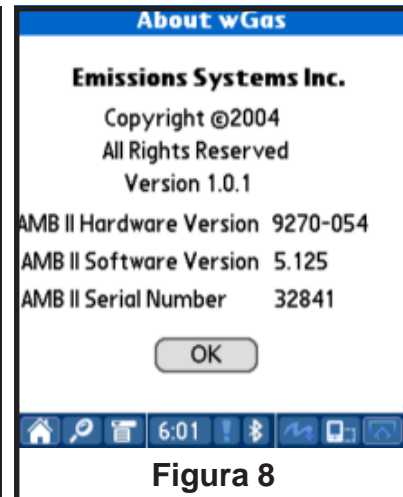

Figura 8
- b. **Concuerne a wGas:** Seleccione la opción “About wGas” para obtener información sobre la versión del software del sistema (Ver la figura 8).